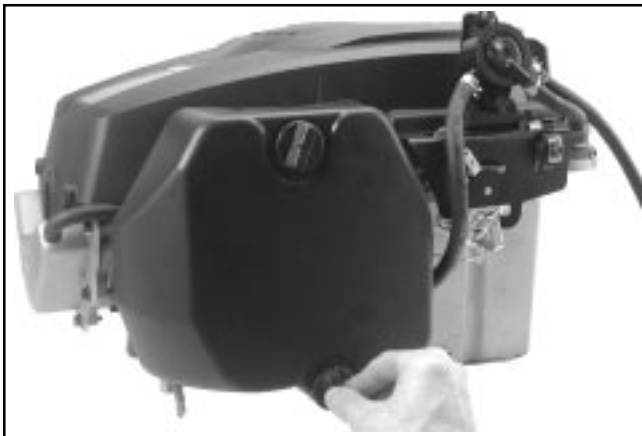

Figure 10-77. Installation du couvercle du filtre à air.
3. Installer le couvercle du filtre a air et l'attacher à l'aide des deux boutons. Voir la Figure 10-77.